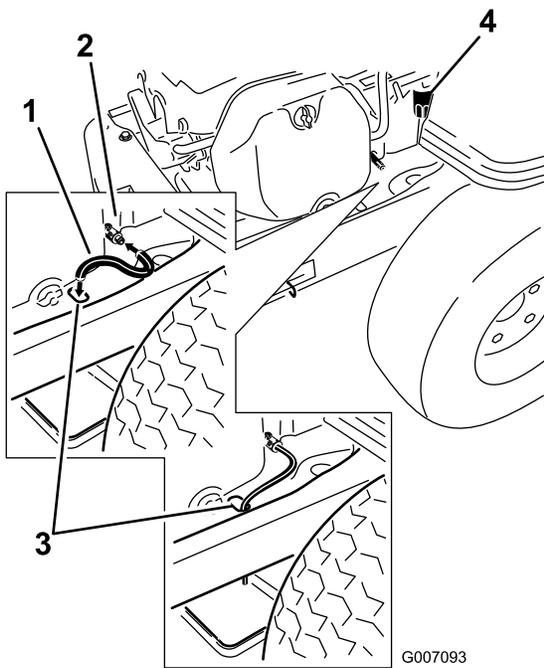

Figure 27
5. Nettoyez la surface autour du robinet de vidange sur le châssis de la machine. Trouvez le flexible de vidange d'huile et branchez-le au robinet de vidange (Figure 27).
6. Passez l'autre extrémité du flexible de vidange dans le trou de vidange du châssis (Figure 27).